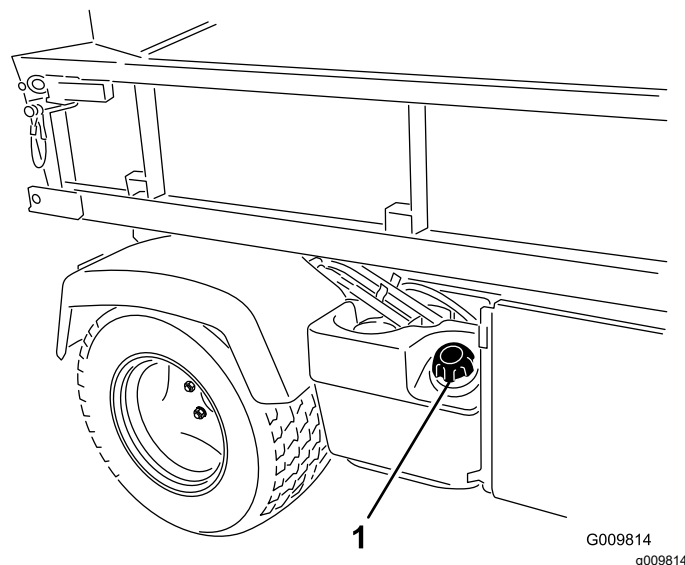

Figura 17
2. Retire el tapón del depósito de combustible (Figura 17).